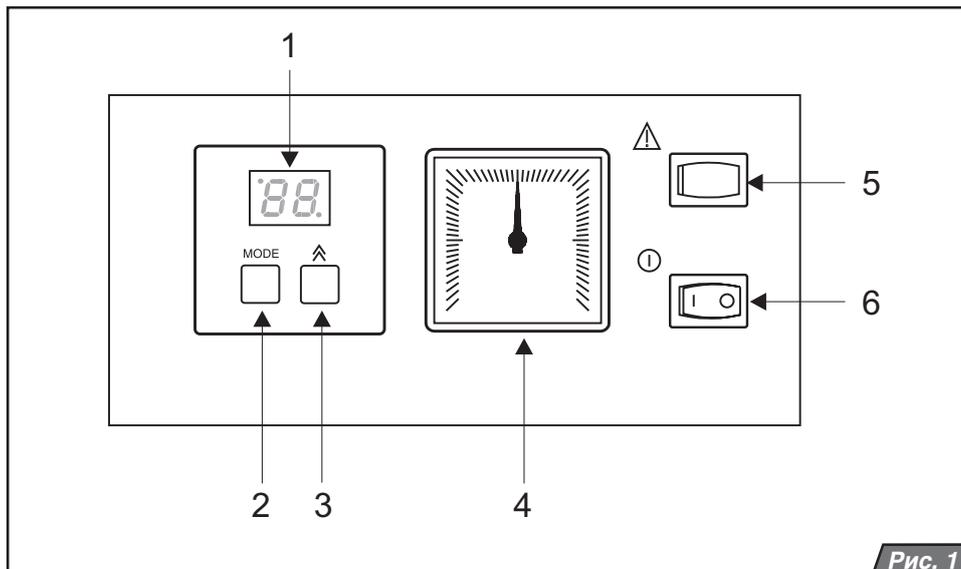

Рис. 1
Головний вимикач (рис. 1, поз.6) призначений для включення і виключення котла. Його розміщено в правій частині панелі управління.
Опис елементів управління (рис. 1):
Тиск ОВ в котлі показує манометр (рис.1, поз.4).
У випадку, якщо до котла не приєднаний датчик температури ємкісного водонагрівача, натисніть кнопку MODE 1 раз (рис.1, поз.2). Якщо датчик підключений, натисніть кнопку MODE 2 рази. Котел перейде в режим установки температури ОВ. Залишається горіти тільки світлодіод в лівому верхньому куті дисплея. За допомогою кнопки  для установки температури виберіть бажану температуру ОВ в системі. Послідовність установки значень ОВ: --, 45, 50, 55, 60, 65, 70, 75, 80, 85 °С. При виборі параметру „--” нагрів ОВ неактивований. У випадку підключення ємкісного водонагрівача котел буде нагрівати тільки воду в нагрівачі - встановлюється так званий „літній режим”. Натисканням кнопки MODE вибране значення температури збережеться в пам'яті процесора плати управління котла.
ПОЛУМ'Я. Таке блокування може виникати у тих випадках, коли, газовий клапан відкритий, а автоматика розпалу не отримує зворотній сигнал про наявність полум'я від іонізаційного електроду. Котел відключиться, і на дисплеї засвітиться F1. Ця несправність також може бути викликана спрацюванням датчиків безпеки - аварійного термостата і термостата продуктів згорання. Низький тиск газу на вході котла (менше 8 мм.вод.ст.), неправильне електричне з'єднання (невитримана полярність підключення фази і нуля) також можуть бути причиною втрати полум'я. Для розблокування несправності натисніть кнопку RESET (рис.1, поз.5). Якщо за допомогою кнопки RESET несправність усунути не вдається, зверніться в сервісну організацію.
Переведіть головний вимикач (рис. 1, поз. 6) в положення (I). Котел вмикається і починає нагрівати воду в водонагрівачі (якщо останній підключений до котла). Після нагріву ГВП котел перейде в режим опалення (за умови, що температура води в системі ОВ нижче заданої). У випадку захисного відключення котла на панелі управління засвітиться повідомлення про
несправність (див. „Повідомлення про помилки“; стор.8). За допомогою кнопки RESET (рис. 1, поз. 6) розблокуйте котел. Якщо захисне відключення повториться, або неможливо здійснити розблокування котла, зверніться в сервісну організацію.